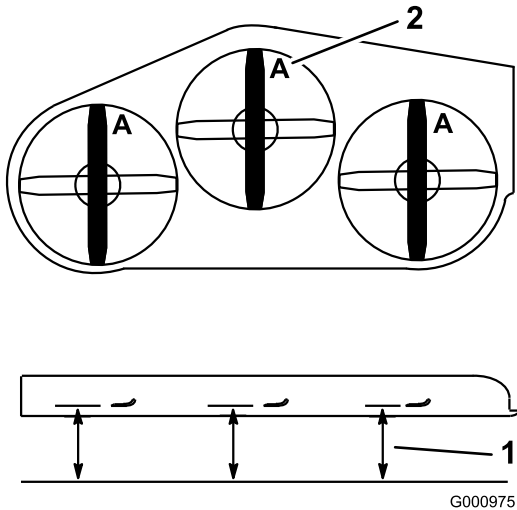

Figure 69
2. Mesurez la distance entre la surface plane et le tranchant (position **A**) des lames (Figure 69).